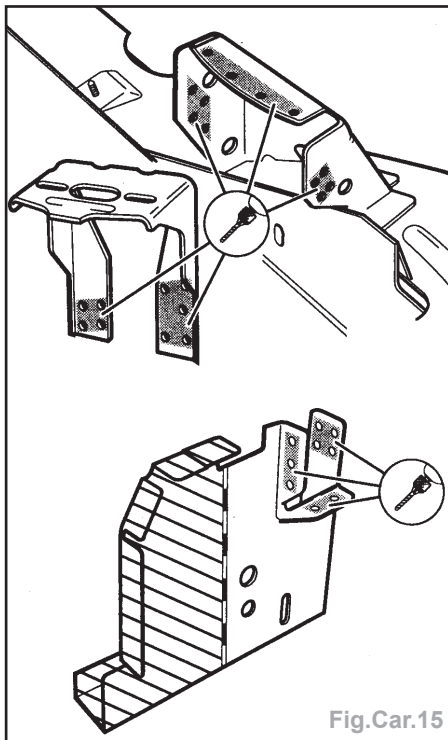

Fig.Car.15
- Percer des trous de 0,7 mm pour le soudage par bouchonnage sous gaz de protection (Fig.Car.15).